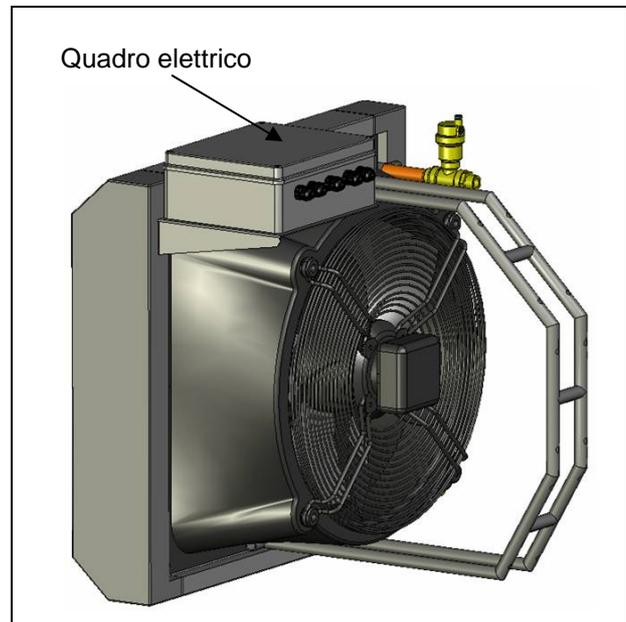

Figura 13
- Smontare, svitando le viti di fissaggio, il coperchio del quadro elettrico (Figura 13).